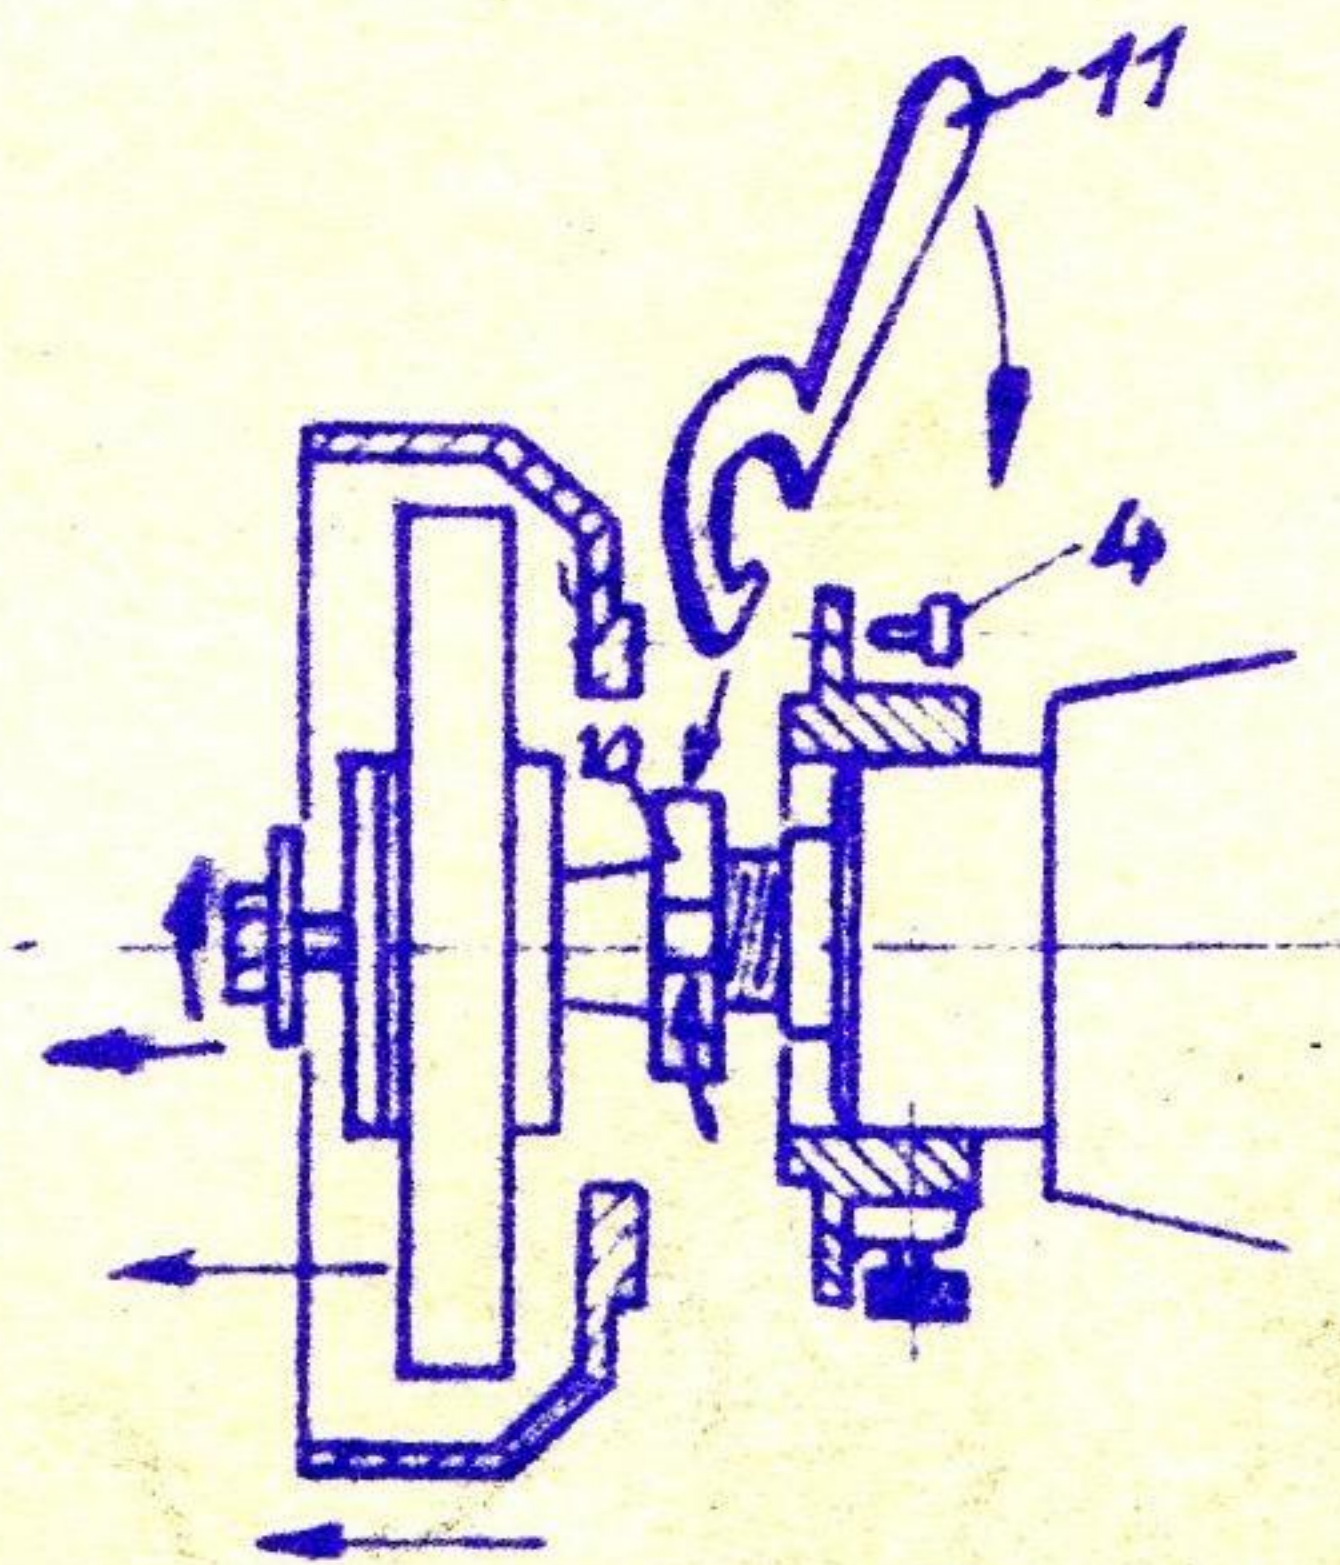

Fig. 8
Pour enlever la meule et son moyeu, il faut d'abord ôter le capot et débloquent la vis épaulée (7) sans l'enlever complètement. Détacher ensuite le carter (fig.8) en dévissant la vis (4). On peut, à ce moment, accéder à la bague de décollage (10).
Débloquent cette bague à l'aide de la clé (11) comme indiqué fig.8, en maintenant d'une main la poulie de la broche, ou bien la meule. Si la vis (7) n'est pas bloquée exagérément, le décollage ne demande aucun effort.